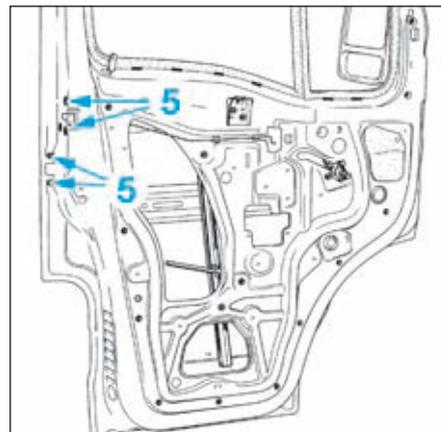

FIG.91
- Déposer les vis (5) (Fig.91).